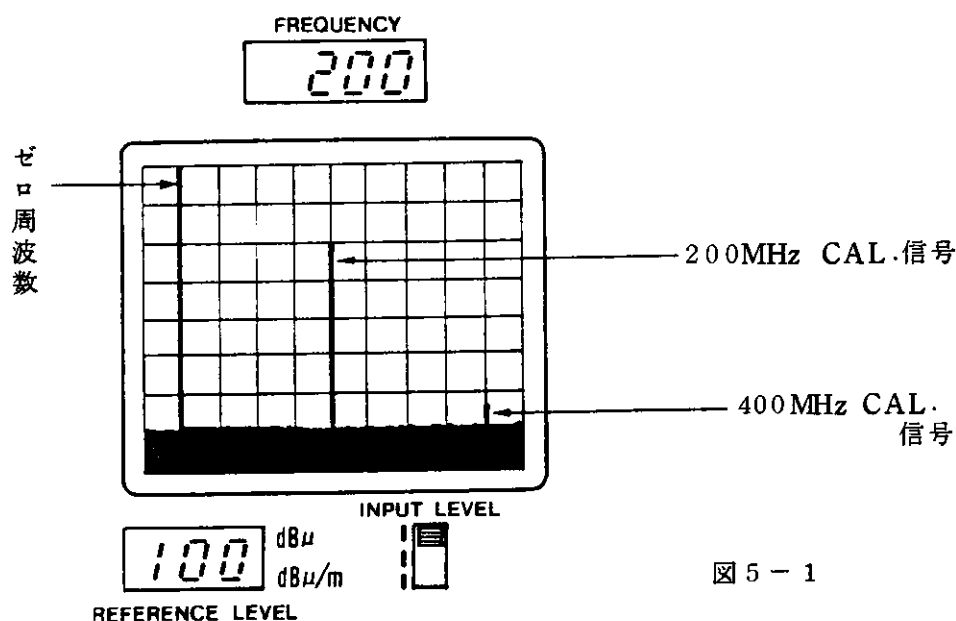

図 5-1
2. **TUNING** つまみをまわして、ゼロ周波数を [図 5-1] のように CRT ディスプレイの一番左から 1div. の線上に合わせます。